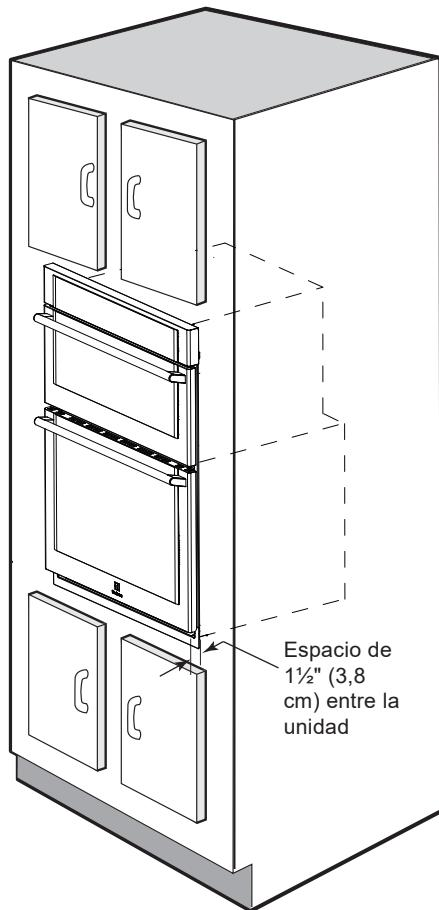

Figure 6: Instalación en el mueble
3. Coloque el horno en la abertura del gabinete. Deslice el horno hacia adentro, dejando un espacio de  $1\frac{1}{2}$ " (3,8 cm) entre el horno y la parte delantera del gabinete (vea la Figure 6).